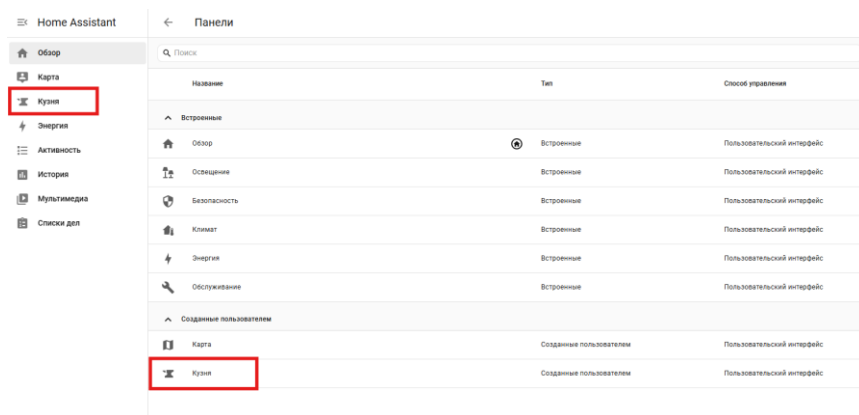

Рис. 5.3. Добавленная панель в списке панелей Home Assistant
4. Панель появится в списке панелей и в левом столбце (рис. 5.3).